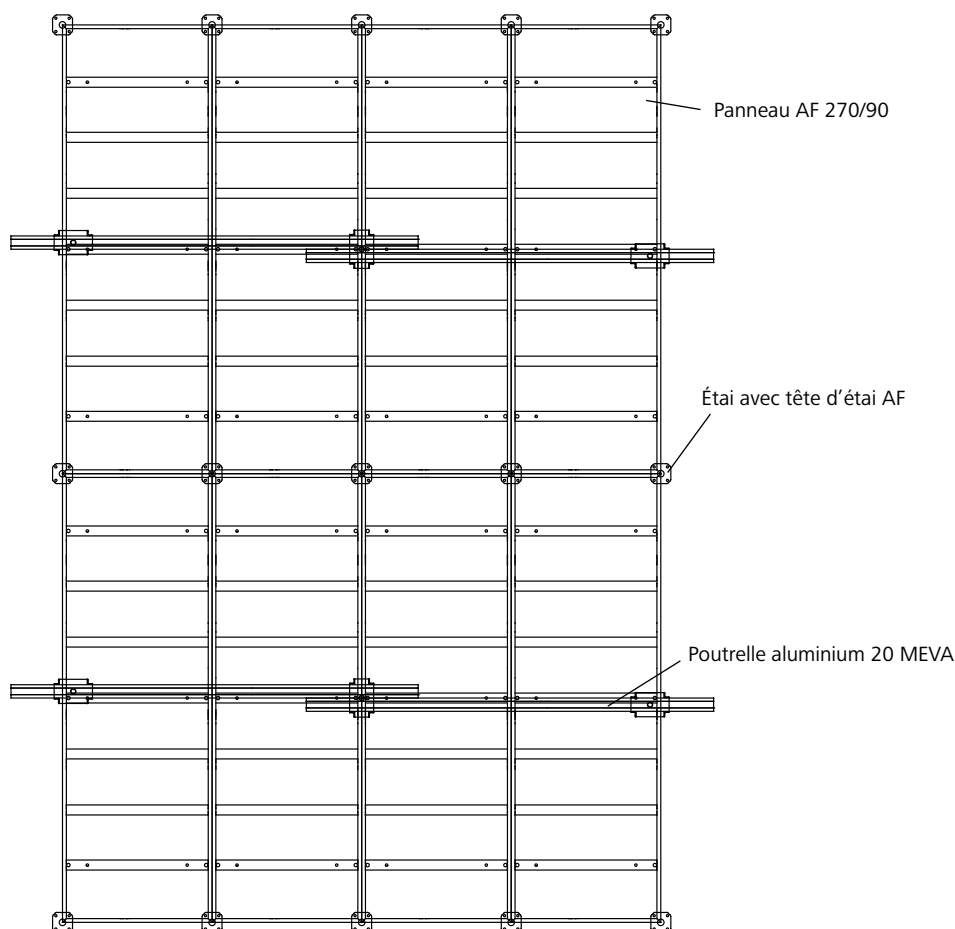

Fig. 16.2 Deux poutrelles aluminium 20 MEVA utilisées comme poutre à une seule travée
**Charges admissibles avec panneaux AluFix de 270/90 et appui central sur poutrelle aluminium 20 MEVA utilisée comme poutre à une seule travée (Fig. 16.2)**